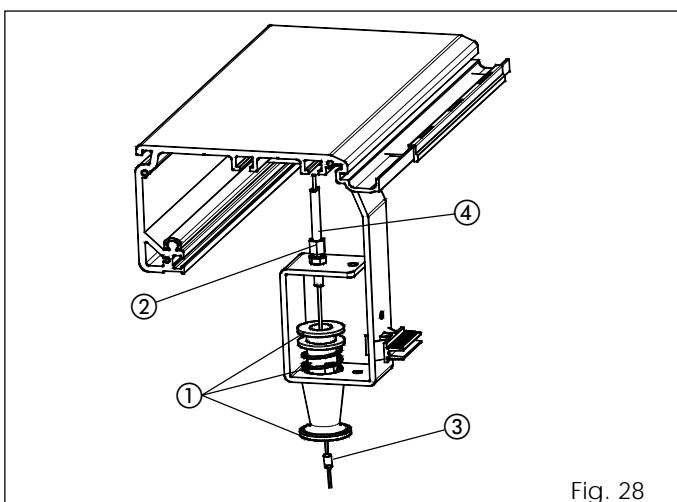

Fig. 28
- Assembler la poignée de déblocage d'après la fig. 28 réf. ①.
- Visser le dispositif de réglage, avec les écrous de blocage correspondants, sur la partie interne de la bride de fixation (fig. 28 réf. ②).
- Bloquer le câble en acier avec le dispositif de blocage du câble et la vis spécifique (fig. 28 réf. ③).
- Amener la gaine du câble contre le dispositif de réglage (fig. 28 réf. ④).